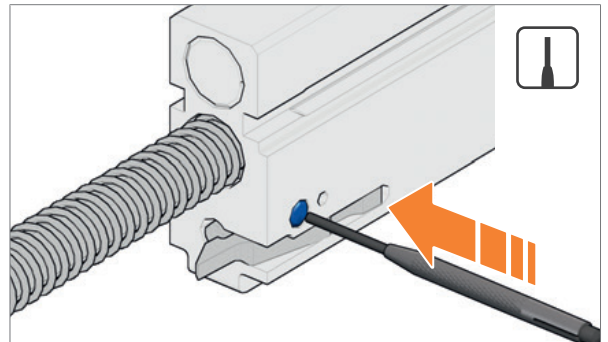

Abb. 106: Haltebolzen entnehmen
3. Haltebolzen mit spitzem Gegenstand aus dem Verschlussträger drücken und entnehmen (Abb. 106).